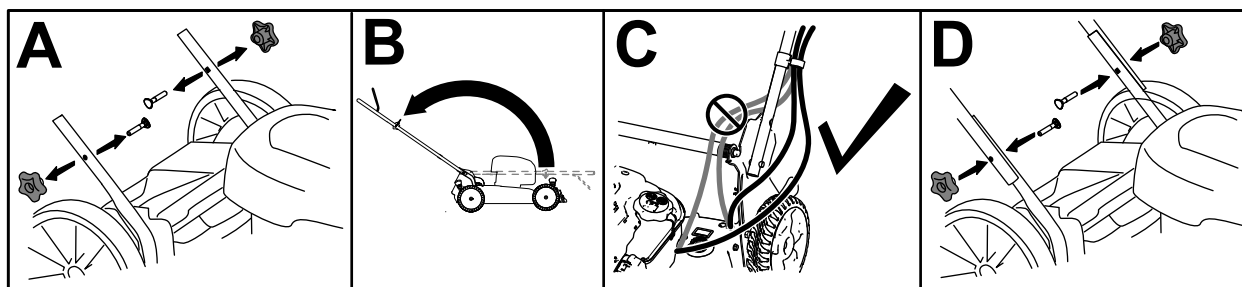

Figura 3
1. Îndepărtați butoanele pentru mâner și uruburile corespunzătoare de la mânerul inferior (A din Figura 3).
2. Poziționați mânerul superior pe mânerul inferior și apoi desfaceți mânerul (B din Figura 3).
3. Cablurile trebuie să fie amplasate în afara mânerului (C din Figura 3).
4. Montați butoanele mânerului cu uruburile corespunzătoare și strângeți-le ferm manual (D din Figura 3).